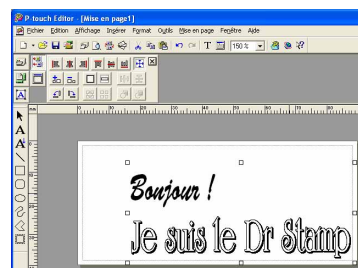

figure 10
- 2 Faites glisser une poignée pour ajuster le bloc de texte jusqu'à la taille souhaitée (voir la figure 10).